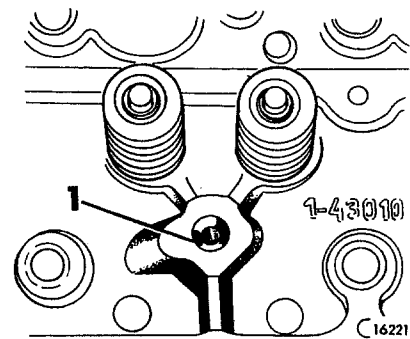

Fig 01-20. Cylinderlock
2. Kontrollera att vipparmsmekanismens oljekanal vid ventillyftarsidan mitt på blocket är ren. I cylinderlocket går oljan upp genom skruvhålet mellan skruv och hålvägg samt genom en borrar till fästskraven för vipparmsaxeln. Se fig 01-20.